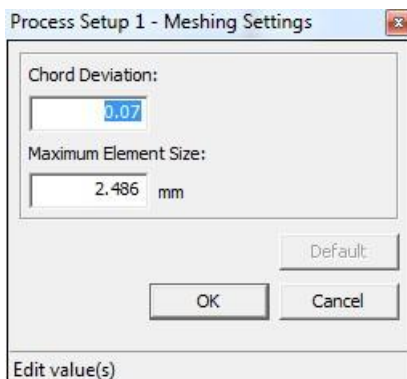

Рис. 111. Окно **Process Setup 1 – Meshing Settings**
**Meshing Settings** будут автоматически определены оптимальные параметры сетки (рис. 111). Нажмите **OK**.